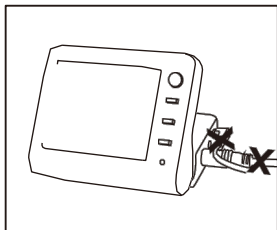

Abb. 3
- 1) Trennen Sie das Messkabel oder das Testhandgerät ab (Abb. 3).